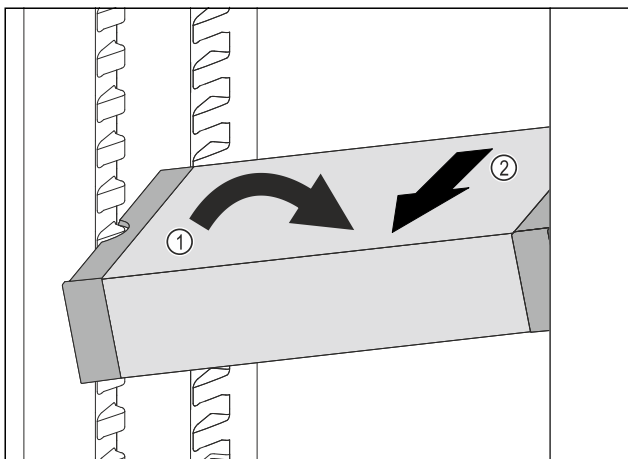

Fig. 139
- VarioSafe in het koelgedeelte schuin zetten. Fig. 139 (1)
- VarioSafe naar voren toe verwijderen. Fig. 139 (2)